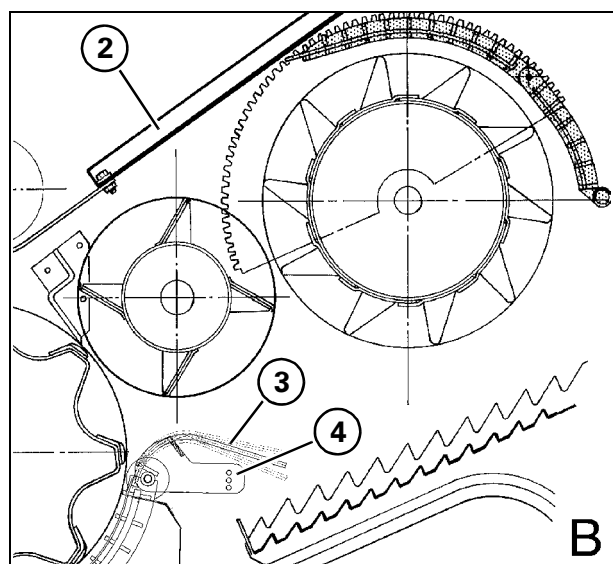

Рис. 58
- В.) С универсальным триером и исключенными решетками (Рис. 58).